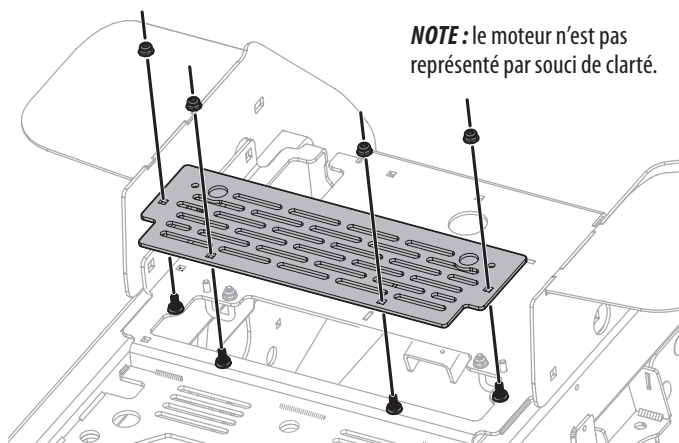

Fig. 27
1. Retirez les quatre écrous et la plaque de recouvrement du ventilateur de transmission (Fig. 27).